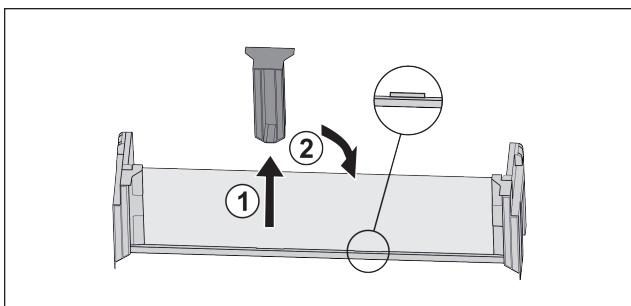

Fig. 54
- Изтеглете средната задържаща част Fig. 54 (1).
- Вкарайте средната задържаща част на втората позиция Fig. 54 (2).